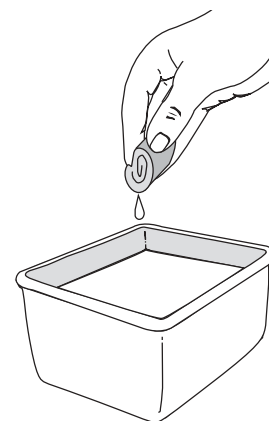

Figure 28
3. Lavez le filtre dans un mélange d'eau et de détergent (Fig. 28). Rincez le filtre abondamment. Essorez l'excédent d'eau. Laissez sécher complètement.